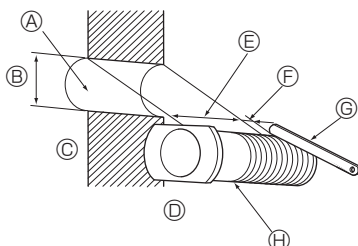

Fig. 3-6
3.4.1. Procedimento para fazer orifícios (Fig. 3-6)
- ① Faça orifícios de $\varnothing$ 65 mm ou $\varnothing$ 75 mm com cerca de 5–7 mm de profundidade e ligeiramente direccionados para baixo e para o exterior da divisão.
- ② Insira as mangas dos orifícios de parede nos orifícios.